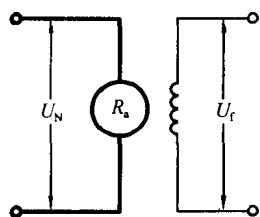

图 14.1.4
- ① 绘出可控整流电路图;
- ② 当控制角  $\alpha = 60^\circ$  时, 求加在电炉上的电压平均值  $U_d$ ;
- ③ 当控制角  $\alpha = 60^\circ$  时, 求通过电炉的电流平均值  $I_d$ 。
3. 有台直流他励电动机, 如图 14.1.4 所示, 其铭牌数据为:  $P_N = 5.5 \text{ kW}$ ,  $U_N = U_f = 220 \text{ V}$ ,  $n_N = 1500 \text{ r/min}$ ,  $\eta = 0.8$ ,  $R_a = 0.2 \Omega$ 。试求: